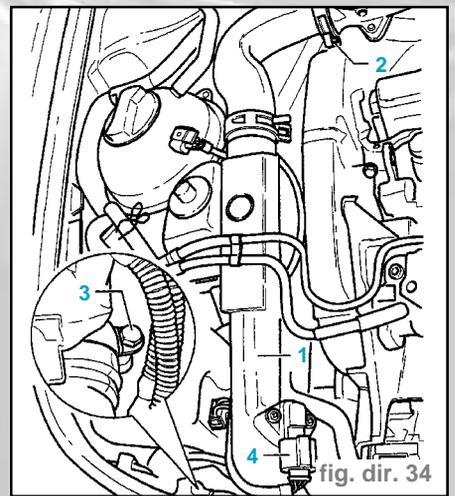

fig. dir. 34
- Déposer la tubulure d'admission (1) ; à cet effet, ouvrir le collier à lame-ressort (2) et la pince à vis de serrage (3) (fig. dir. 34).